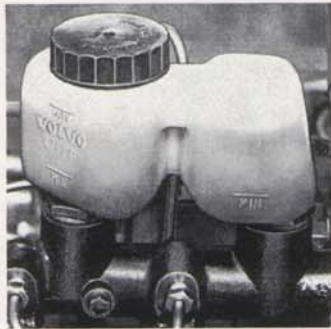

Bild 58. Bromsvätskebehållare
2. Kontrollera, **utan att demontera locket**, att nivån i bromsvätskebehållaren överstiger min.-märket (bild 58). Gäller genomskinlig behållare.